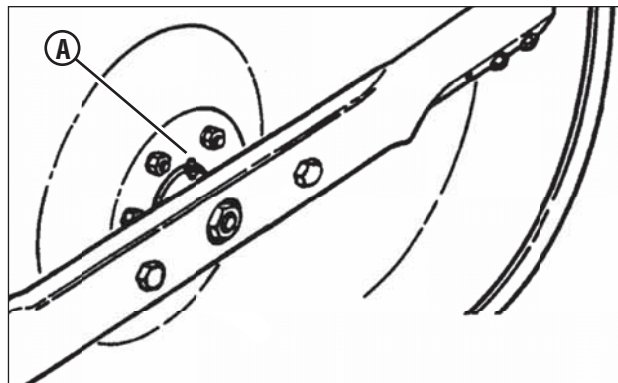

Figura 24: Ponto de engraxe do eixo da lâmina do cortador
4. Lubrifique a ponta de engraxe do eixo (A, Figura 24) com três injeções de graxa de propósito geral usando um bico de engraxe.